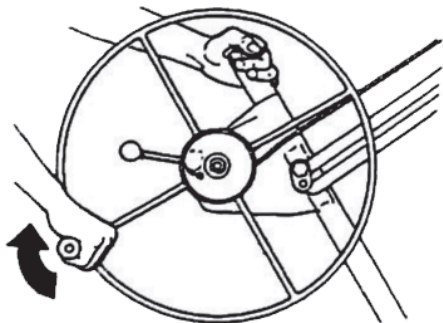

Bild. 23
- Lås upp vinschenheten genom att lyfta glidskenan med vänster hand medan du roterar glidskenelåset moturs med höger hand. (Bild 23)